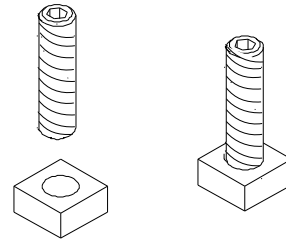

Figure 25.2
8. Vissez les boulons Allen dans les écrous jusqu'à ce qu'ils soient à égalité (**Figure 25.2**).